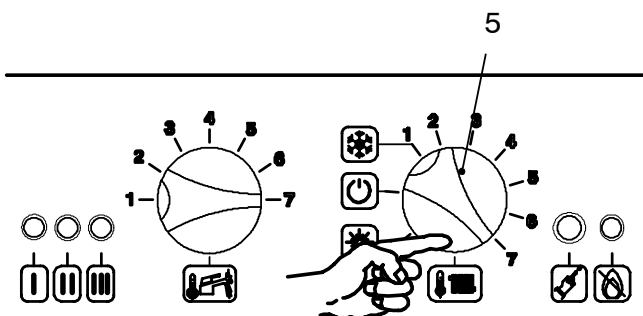

fig. 7.4
- 2 Ruotare il selettore 5 come in fig. 7.4